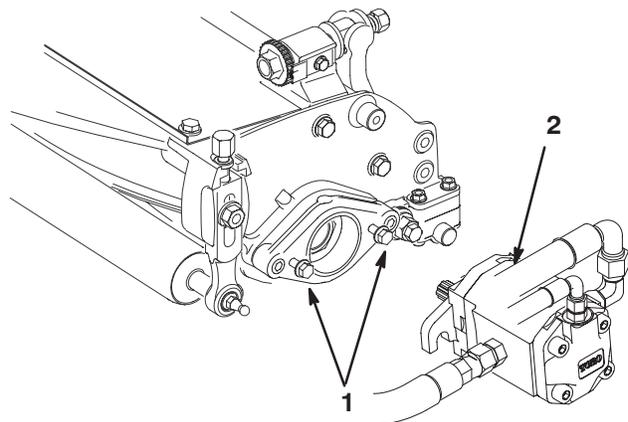

Bild 20
9. Bringen Sie die Befestigungs-Kopfschrauben an, mit denen die Spindeltriebsmotoren an jedem Mähwerk befestigt werden. Lassen Sie ungefähr 13 mm Gewinde an jeder Befestigungsschraube sichtbar (Bild 20).
11. Fetten Sie die Keilwelle des Motors mit frischem Fett ein und bringen den Motor durch Drehen nach rechts an, so dass die Motorflansche von den Bolzen entfernt sind. Drehen Sie dann den Motor nach links, bis die Flansche die Bolzen umhüllen. Ziehen Sie jetzt die Befestigungsmuttern fest (Bild 20).